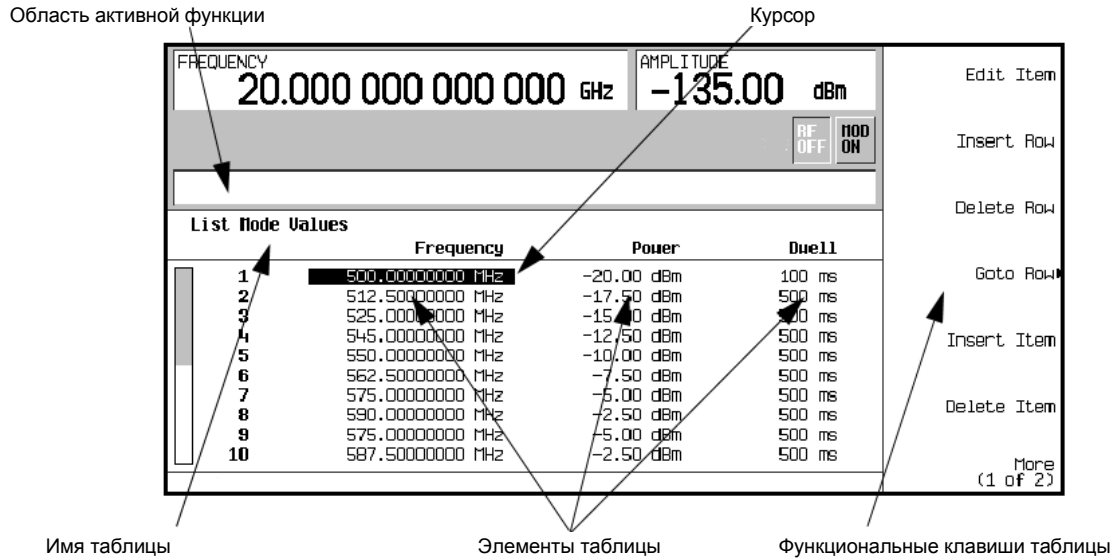

Рисунок 2-1
1. Откройте табличный редактор List Mode Values (**Рисунок 2-1**), если он еще не отображается на экране. Нажмите клавиши **Preset > Sweep/ List > Configure List Sweep**.
2. С помощью поворотной ручки или клавиш со стрелками поместите курсор на нужный элемент. На рисунке 2-1 выделен первый элемент в поле данных Frequency (**Рисунок 2-1**).